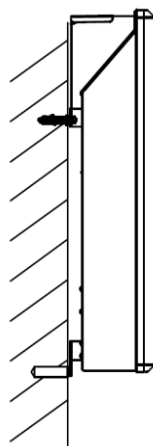

Рис.3
- Повесьте прибор на уставленные винты за две верхние стойки. Примерьте и отметьте на стене положение двух нижних стоек крепления (Рис.3).